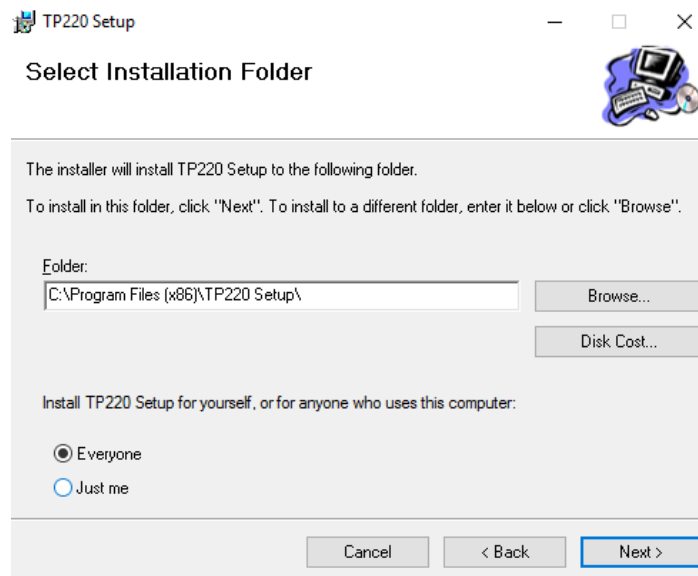

Figura 8. Lugar de instalación.
- ✓ Elige la ubicación de instalación del programa y siguiente (Next) ver figura 8.